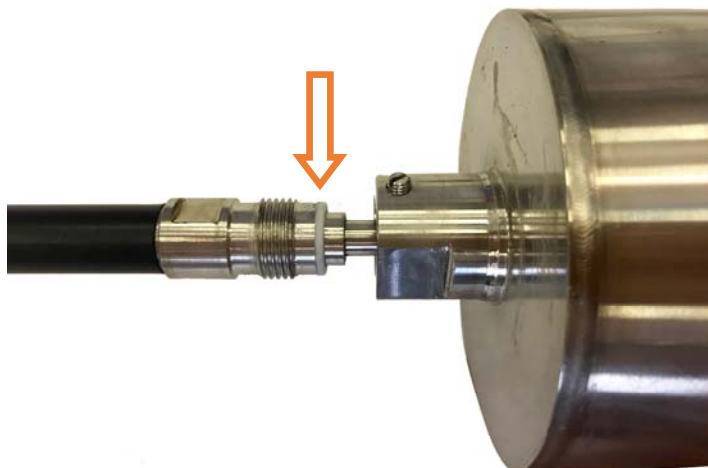

Рисунок 5.2 – Установка колокола
6. Установите на соединительном штуцере корпуса фторопластовую прокладку белого цвета (входит в комплект поставки). Наденьте колокол на свободный конец измерительного элемента (рисунок 5.2).